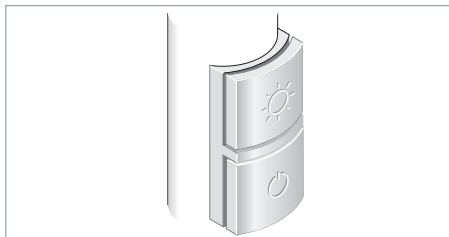

Fig. 15: Bedienelement bei synchron bedienbarer Leuchte (optional).
- Bedienelement bei synchron bedienbarer Leuchte (optional), siehe Fig. 15
- ▶ Drücken Sie die obere oder die untere Taste, siehe Fig. 15.
- ▶ Drücken Sie die untere Taste, siehe Fig. 15.
- ▶ Drücken Sie die obere Taste und halten Sie diese Taste gedrückt, siehe Fig. 15. Nach ungefähr einer Sekunde verändert die Leuchte ihre Helligkeit. Der Farbbalken zeigt den Dimmwert an.